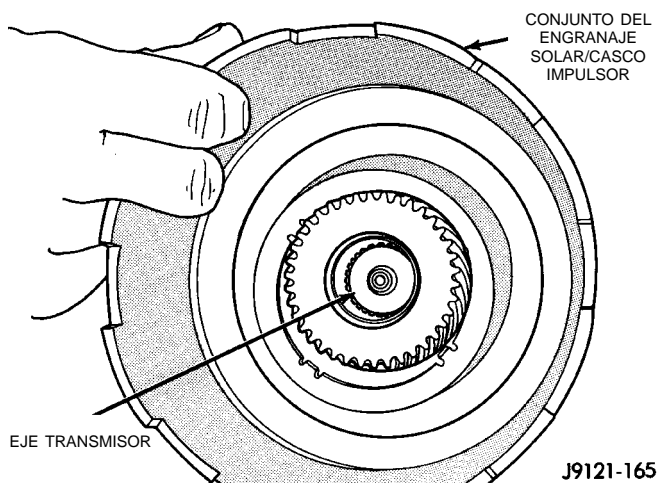

Fig. 189 Instalación del engranaje solar y el casco impulsor ensamblados en el eje transmisor
(12) Instale el casco impulsor y el engranaje solar ensamblados en el eje transmisor (Fig. 189).